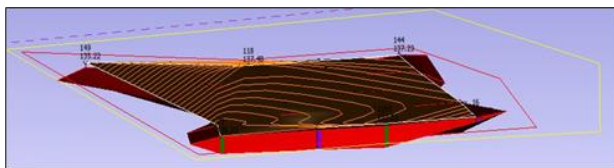

Рис. 11.6. Результат вращения рудного тела
17. С помощью команды **Повернуть**  выполните вращение объектов согласно рис. 11.6.